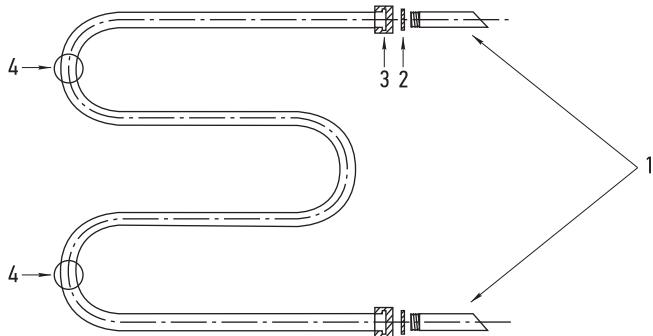

Рис. 8
4.2. Полотенцесушитель М-образный, комплектуется согласно схеме подключения (рис. 8):	2 шт.